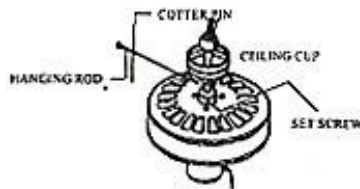

FIGURE 2
3. AL efectuar la inserción de la caña, alinee los agujeros para permitir una correcta fijación. Es importante una correcta colocación con el fin de eliminar transmisiones de vibraciones (Fig.2)
3. Insert stem into fan and align through-holes for hanging rod. Insert cotter pin into hole and bend back the ends to fasten. To avoid rattle, make sure ends of cotter pin do not rest on motor housing as shown in Fig.2.